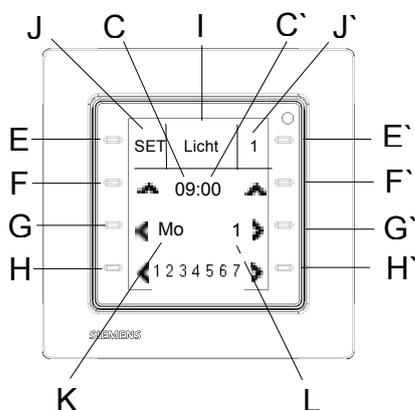

Bild: 36
Durch gleichzeitiges Drücken der Tasten (F) und (F´), für mindestens 5 Sekunden, gelangt man in die Einstellung des Wochenzeitschaltprogramms (siehe Bild 36) für die Funktion Schalten Licht.